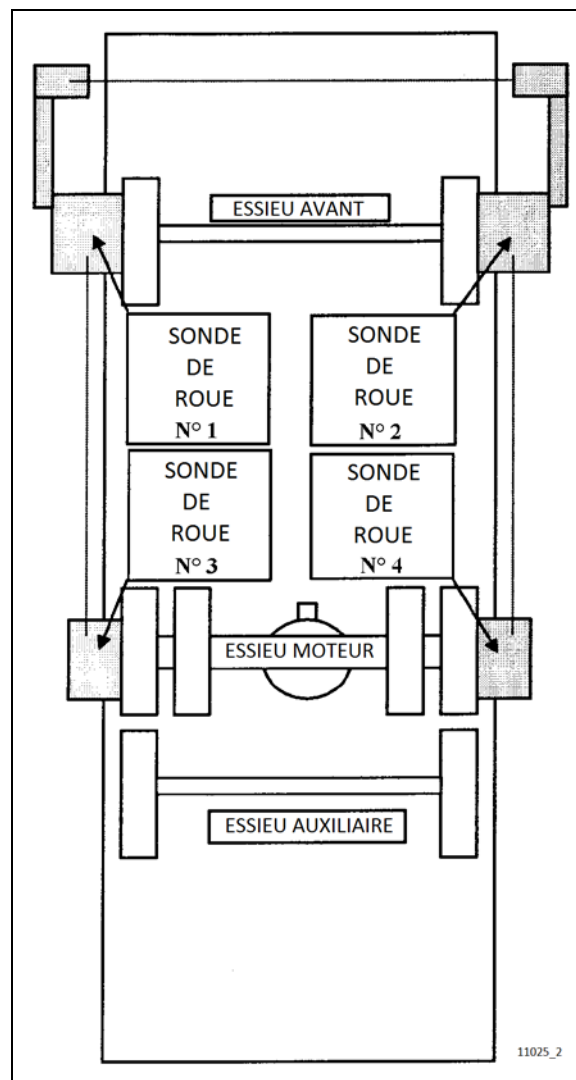

FIGURE 7: ALIGNEMENT D'ESSIEU MOTEUR ET AVANT
3. Poser des capteurs de montage de roue sur les essieux avant et moteur (Figure 7).
Se reporter aux numéros de référence sur les capteurs de montage de roue (Figure 7).
Lorsque le système est installé pour l'alignement d'essieu avant (Figure 7), régler l'essieu moteur conformément au tableau de spécifications qui suit. Utiliser des systèmes de géométrie de roue statiques qui fonctionnent avec des mesures angulaires uniquement, tels que les systèmes Josam ou Hunter. Les spécifications de géométrie statique sont mentionnées dans les tableaux suivants :